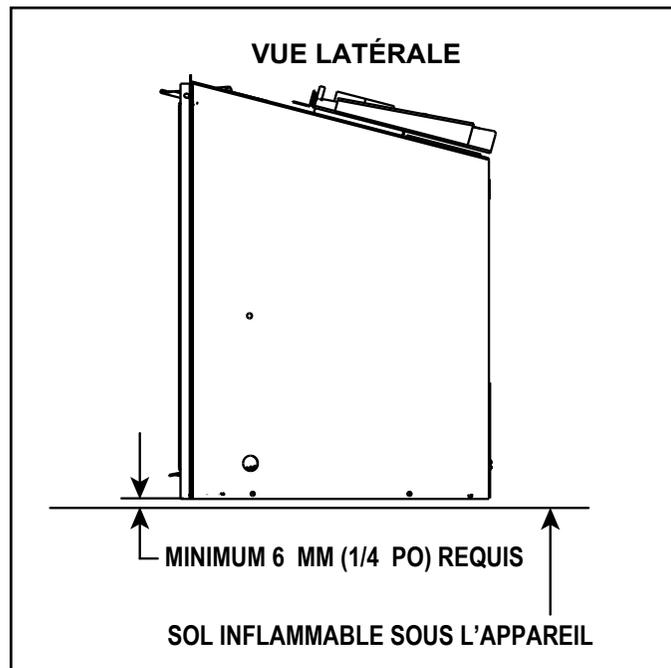

Figure 3.6 Dégagement par rapport au sol pour combustible solide
- Un espace minimal de 6,35 mm (1/4 po) entre le bas de l'appareil et le sol métallique de la boîte à feu pour combustible solide est **RECOMMANDÉ**. Se référer à la vue latérale à la Figure 3.6.